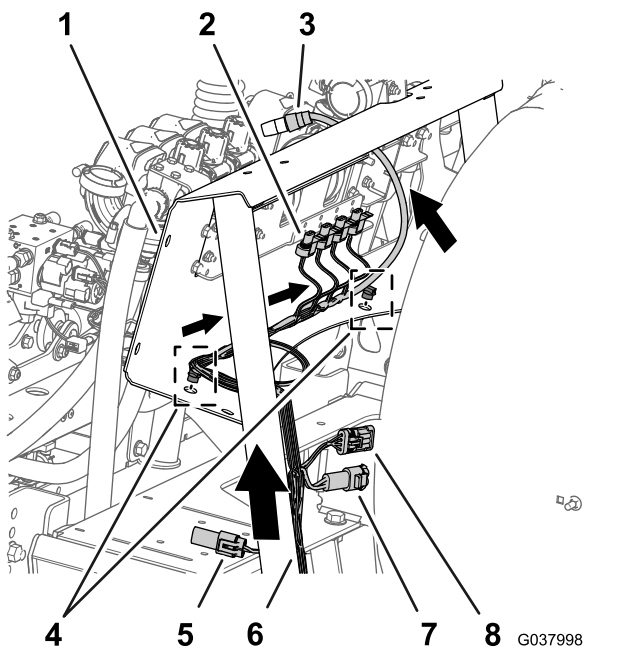

Bild 112
1. Verlegen Sie den 76-cm-Zweig des Kabelbaums an der Innenseite der Stützstrebe für die Ventilebefestigung und nach hinten zu den Auslegerabschnittventilen und dem Rührwerkventil, wie in Bild 112 abgebildet.
2. Stecken Sie die Eindrückbefestigungen des 76-cm-Kabelbaumzweigs in die Löcher im unteren Flansch der Verteilerbefestigung (Bild 112).